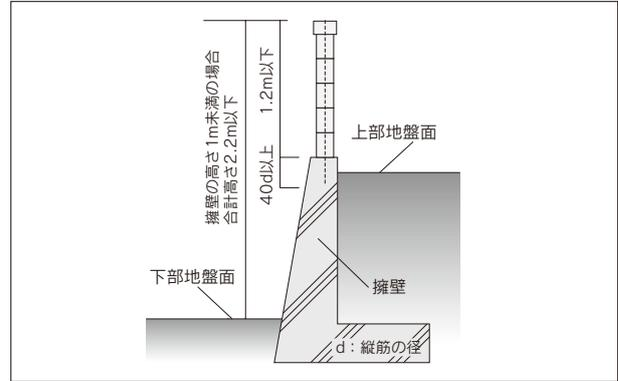

図5 擁壁の上部に塀を設ける場合の限度
- 鉄筋コンクリート造などの擁壁の上部に塀を設ける場合は、擁壁の施工と連続して行い、縦筋を擁壁に十分定着してください。高さについては図5を守ってください。